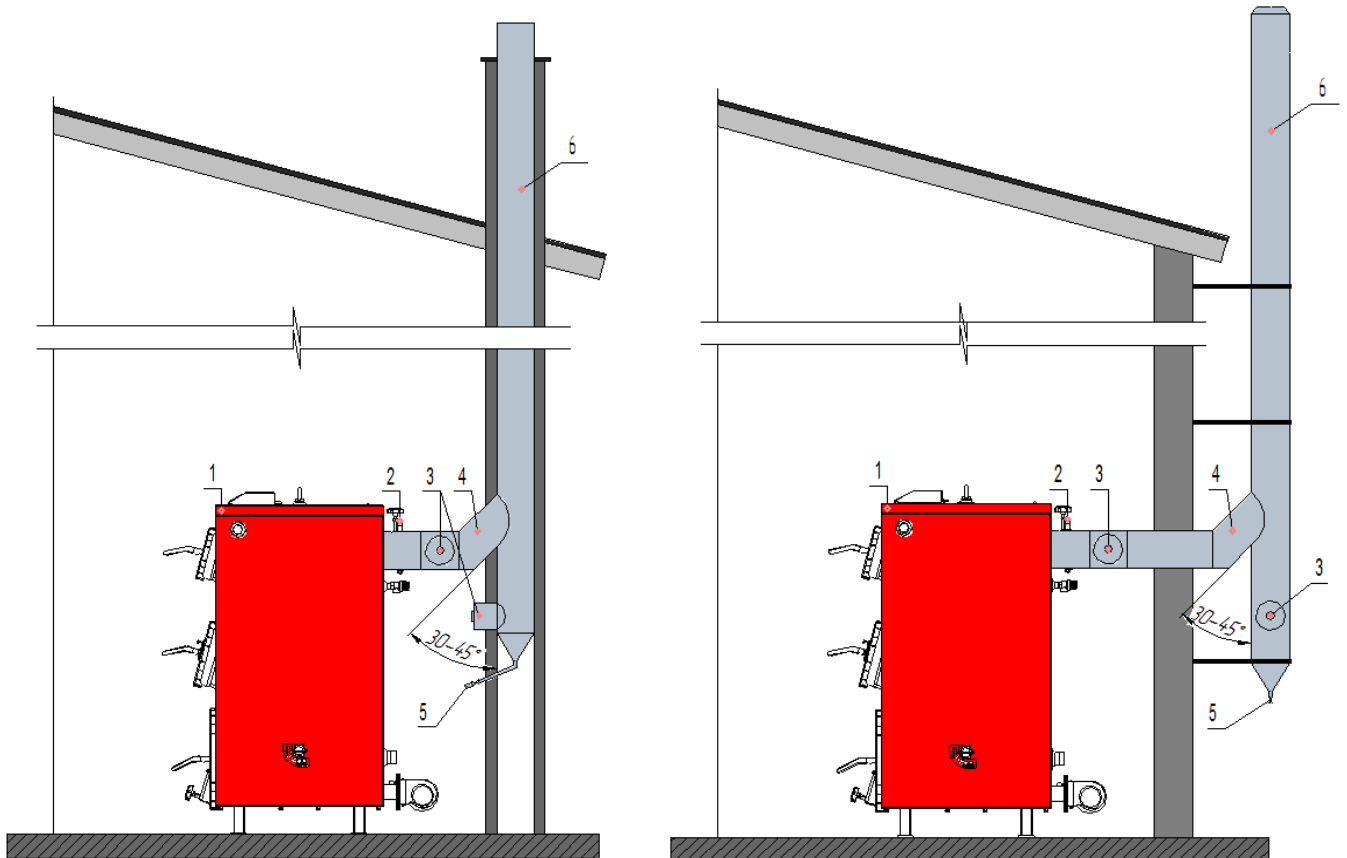

Рис.8 Рекомендована схема по під'єднанню котла до димоходу
7.4.6 Забороняється монтувати димохід (димову трубу) безпосередньо на димоході котла. Рекомендована монтажна схема підключення котла до димоходу показана на (Рис.8).